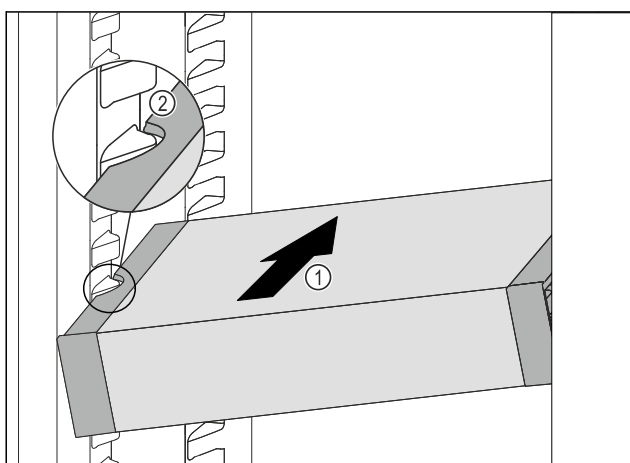

Fig. 112
- Skyv VarioSafe skrått inn i kjøleskapsdelen Fig. 112 (1), til utsparingene på sidene av Fig. 112 (2) VarioSafeser på nivå med rillene i kjøleskapet.